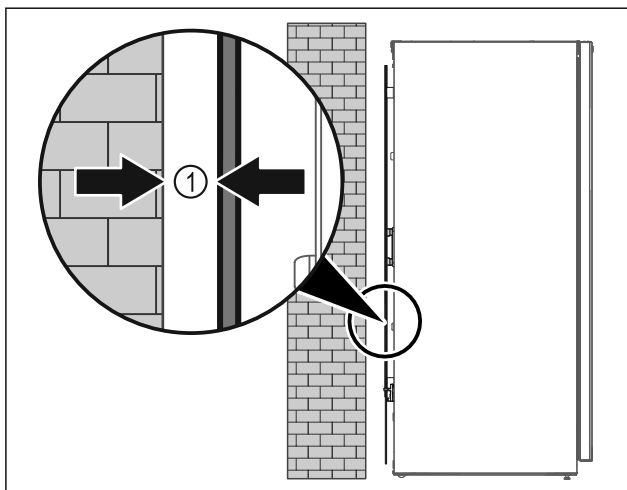

Fig. 52
- Ustavte spotřebič buď volně v místnosti nebo přímo u stěny v minimální vzdálenosti 5 mm Fig. 52 (1).